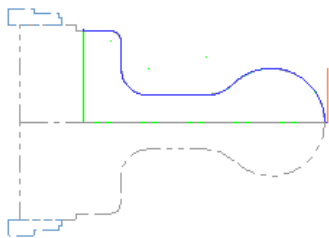
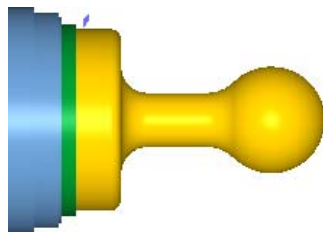

图 8.10 刀具路径
图 8.11 仿真结果
(1) 在“车床-精车 属性”对话框中单击 **精车参数** 选项卡，然后单击 **L 进/退刀向量** 按钮，系统弹出“进退/刀设置”对话框。
(2) 在“进退/刀设置”对话框中单击 **进刀** 选项卡，在 **确定方向** 区域选中 ☒ **垂直** 单项选项。然后在 **长度:** 文本框中输入 4。
(3) 在“进退/刀设置”对话框中单击 **引出** 选项卡, 在 **确定方向** 区域选中 **垂直** 单选项。然后在 **长度:** 文本框中输入 4。单击  按钮, 系统返回至“车床-精车 属性”对话框。
(4) 单击 **P 进刀参数** 按钮, 系统弹出“Plunge Cut Parameters”对话框。在 **进刀的切削设定** 区域选中  单选项 (第二个), 然后单击  按钮。
Step6. 单击“车床-精车 属性”对话框中的  按钮, 完成参数的设置, 此时系统将自动生成图 8.10 所示的刀具路径。
(1) 在 **刀具路径** 选项卡中单击  按钮, 然后单击“验证已选择的操作”按钮 , 系统弹出“验证”对话框。
(2) 在“验证”对话框中单击  按钮, 系统将开始进行实体切削仿真, 结果如图 8.11 所示, 单击  按钮。